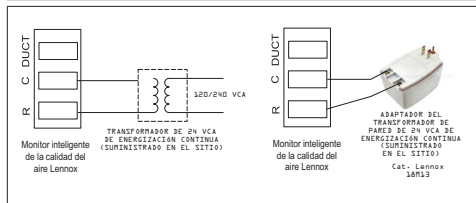

Figura 3. Transformadores separados o enchufables
- El transformador adicional podría ser un transformador secundario o enchufable ("Figura 3. Transformadores separados o enchufables").